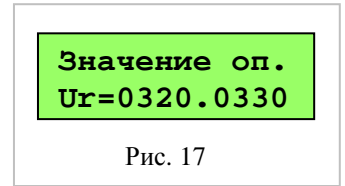

Рис. 17
- на дисплее появится картинка, аналогичная рис. 17.